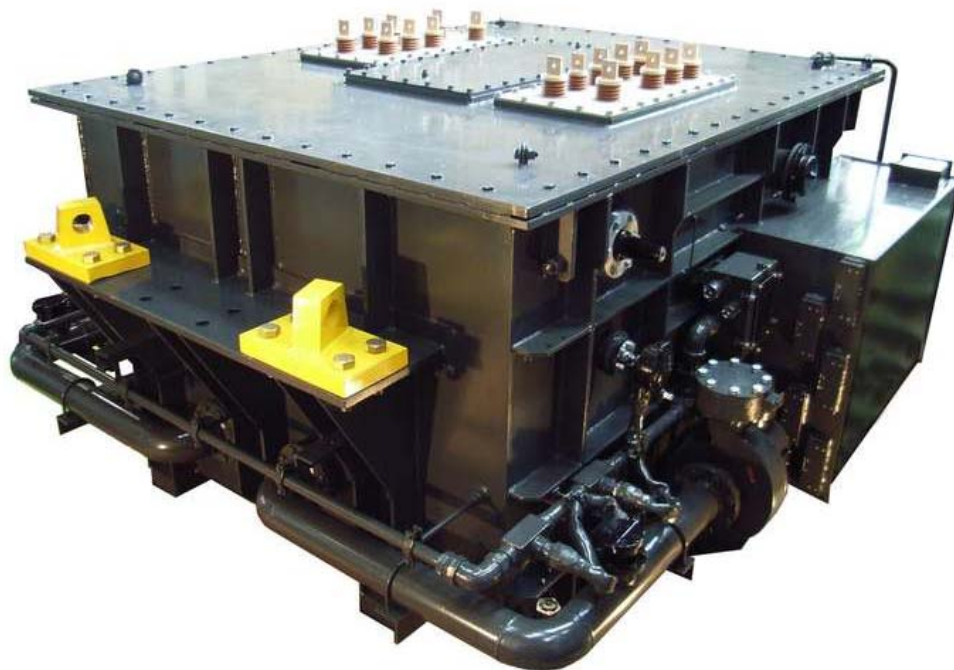

图 6-1 FPWR1/JQFP2-9000/25 (DL) 型主变压器外形图
HXD3 型交流传动货运电力机车采用 FPWR1/JQFP2-9000/25 (DL) 型主变压器，将 25kV 的接触网电压变换为电力机车所需的各种低电压，以满足电力机车各种电机电器工作的需要，主变压器外形图如图 6-1 所示。